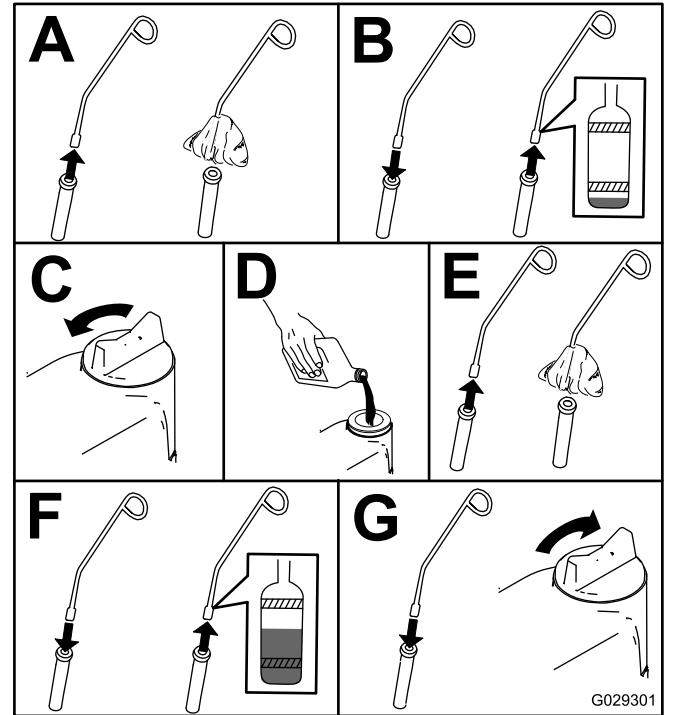

Figura 60
5. Compruebe el nivel de aceite del motor, según se muestra en **Figura 60**.